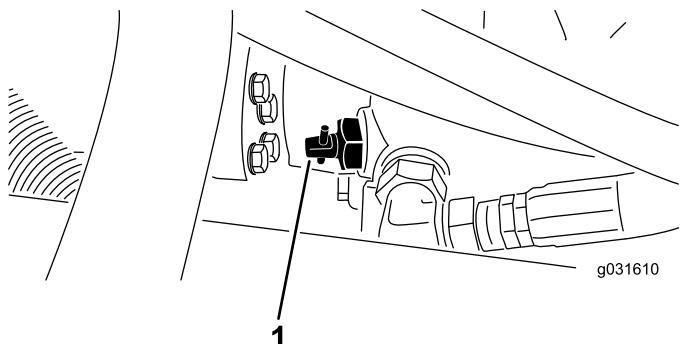

Figura 28
1. Individuate la valvola di bypass sulla pompa (Figura 28) e allentatela con una rotazione di 90° (1/4 di giro).